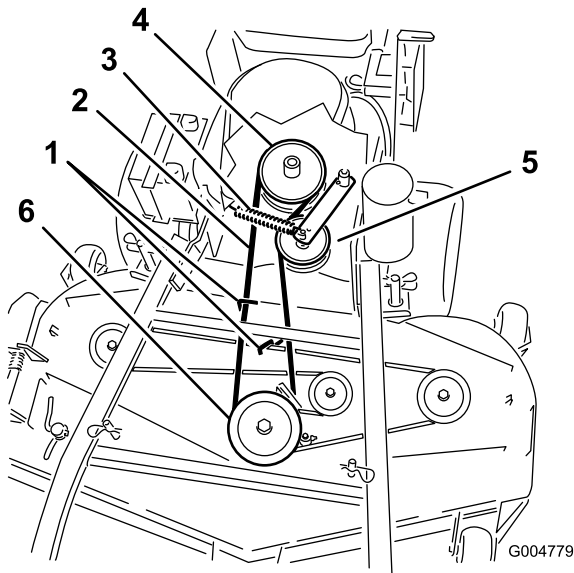

Figura 47
6. Retire la correa de la polea central de la plataforma del cortacésped (Figura 47). Extreme las precauciones al retirar la correa ya que la tensión aumentará debido a que la polea tensora está tensada con muelle.
7. Retire la correa de la polea del motor y la polea tensora tensada con muelle (Figura 47).
8. Instale la nueva correa en la polea del motor y la polea tensora tensada con muelle (Figura 47).
9. Coloque la correa en la polea central de la plataforma del cortacésped (Figura 47). Extremar las precauciones al instalar la correa ya que la tensión aumentará debido a que la polea tensora está tensada con muelle.
11. Ajuste la guía a 3 mm (1/8 pulg.) de la correa (Figura 47).